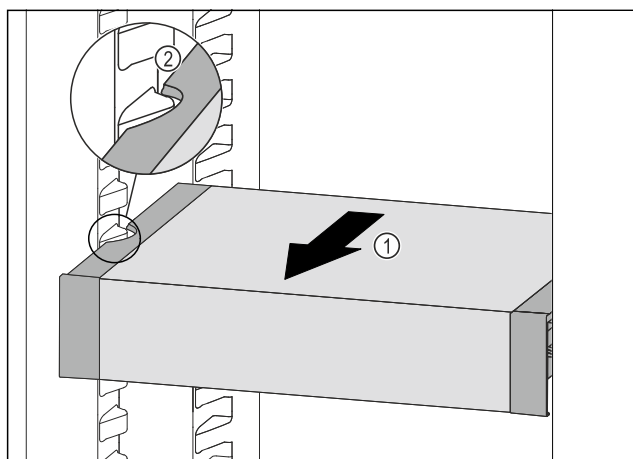

Fig. 135
- VarioSafe nach vorne ziehen Fig. 135 (1), bis sich die seitlichen Aussparungen des VarioSafes auf Höhe der Behälterrippe im Kühlteil befinden. Fig. 135 (2)